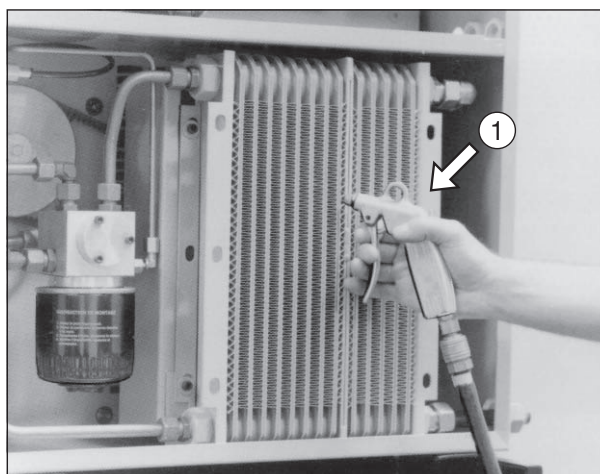

Рис. 6.14: Чистка радиатора для сжатого воздуха и масла
- Отставшую грязь следует сдуть сжатым воздухом ① против нормального направления потока воздуха. Отделившуюся при продувке грязь можно непосредственно отсосать промышленным пылесосом (см. рис. 6.14).